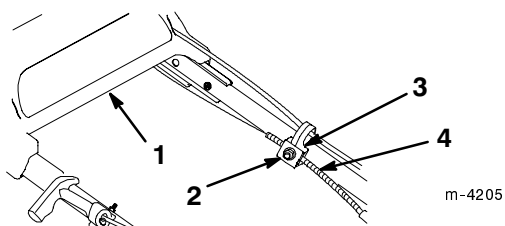

Figure 21
- Desserrez l'écrou du support de guidage du câble (Fig. 21).
- Baissez la gaine du câble (vers la tondeuse) pour éliminer le mou du câble (Fig. 21).
- Tout en maintenant la gaine dans cette position, desserrez le support de transmission et serrez l'écrou sur le support du câble (Fig. 21).